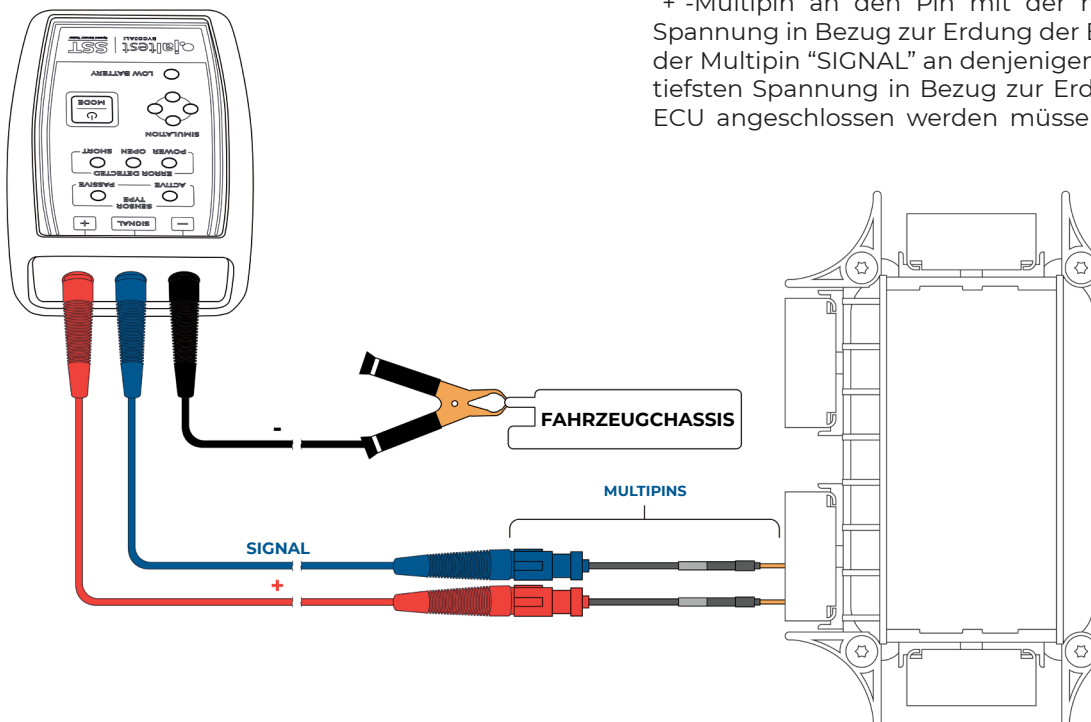

**ABBILDUNG 4**
- 1 Den Geschwindigkeitssensor des Fahrzeuges abhängen und an seiner Stelle das Jaltest SST-Gerät mittels dem Multipin-Kabelsatz gemäss ABBILDUNG 4 der Sektion Anschlussdiagramme anschliessen (die Multipins können an die ECU oder einem Zwischenstecker angeschlossen werden).
- 2 Das Gerät einschalten und in den Modus Simulation Passiver Sensor mittels Integrieren mit dem Modusauswahl-Knopf (1) gemäss den in der Funktionstabelle auf Seite 6 beschriebenen Knopfdrücke eintreten. Die LEDs Simulation und Passiver Sensor müssen aufleuchten sowie die der möglicherweise auftretenden Fehler.
- Für den Fall, dass die Geschwindigkeit mit den Anschlüssen von ABBILDUNG 4 der Sektion Anschlussdiagramme nicht gelesen werden kann, versuchen Sie die Signal- und "+" Anschlüsse umzukehren. Wenn es immer noch nicht funktioniert, benutzen Sie die Anschlüsse der ABBILDUNG 5 (Anschluss an Erdung). Letztlich kehren Sie die "+" und die Signalanschlüsse um.